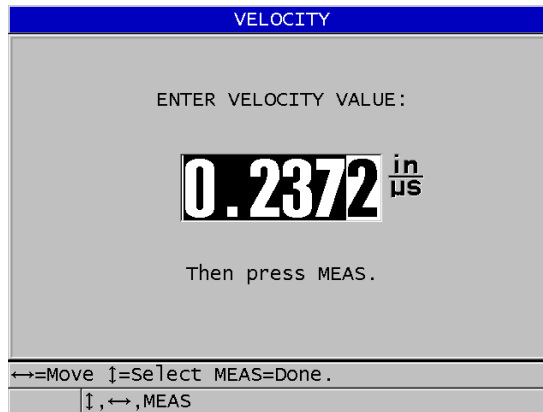

Abbildung 5-7 Eingabe einer bekannten Schallgeschwindigkeit im Werkstoff
2. Korrigieren Sie im Fenster **SCHALLGSCHW** (siehe Abbildung 5-7 auf Seite 80) mit den Pfeiltasten die Schallgeschwindigkeit auf den bekannten Wert.